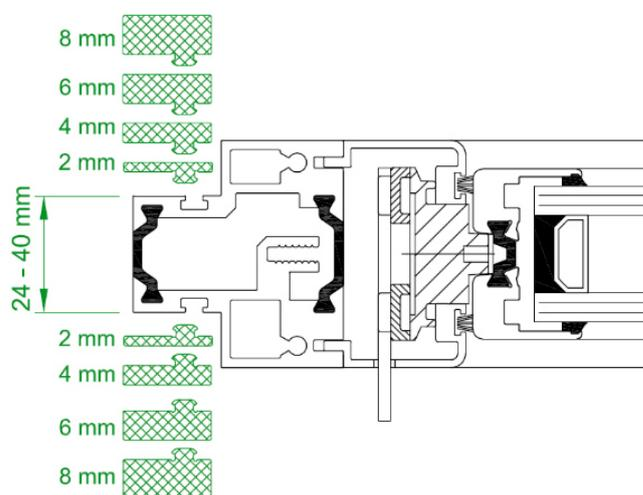

Abb. 17 Einbau in Fassadenkonstruktionen
- Vor dem Einbau ist die Klemmstärke der Fassadenkonstruktion mit der Klemmstärke am Lamellenfenster (Abb. 17, Bild A) zu vergleichen. Sollte diese nicht übereinstimmen, müssen Dichtungen in der passenden Abmessung am Fassadensystem getauscht werden (wenden Sie sich bitte an den Systemgeber der Fassadenkonstruktion).
Alternativ hierzu kann an Lamellenfenstertypen mit dem 47 mm tiefen HAHN Klemmrahmensystem (Typen S9-45°, S9-iV, S9-iVt-05) die Klemmstärke auf der Baustelle umgerüstet werden (Abb. 17, Bild B). Dies erfolgt durch Herausziehen nicht benötigter bzw. Eindrücken notwendiger EPDM-Distanzprofile aus der Nut im Rahmenprofil. Mögliche Klemmstärken sind: 24, 26, 28, 30, 32, 34, 36, 38 und 40 mm.